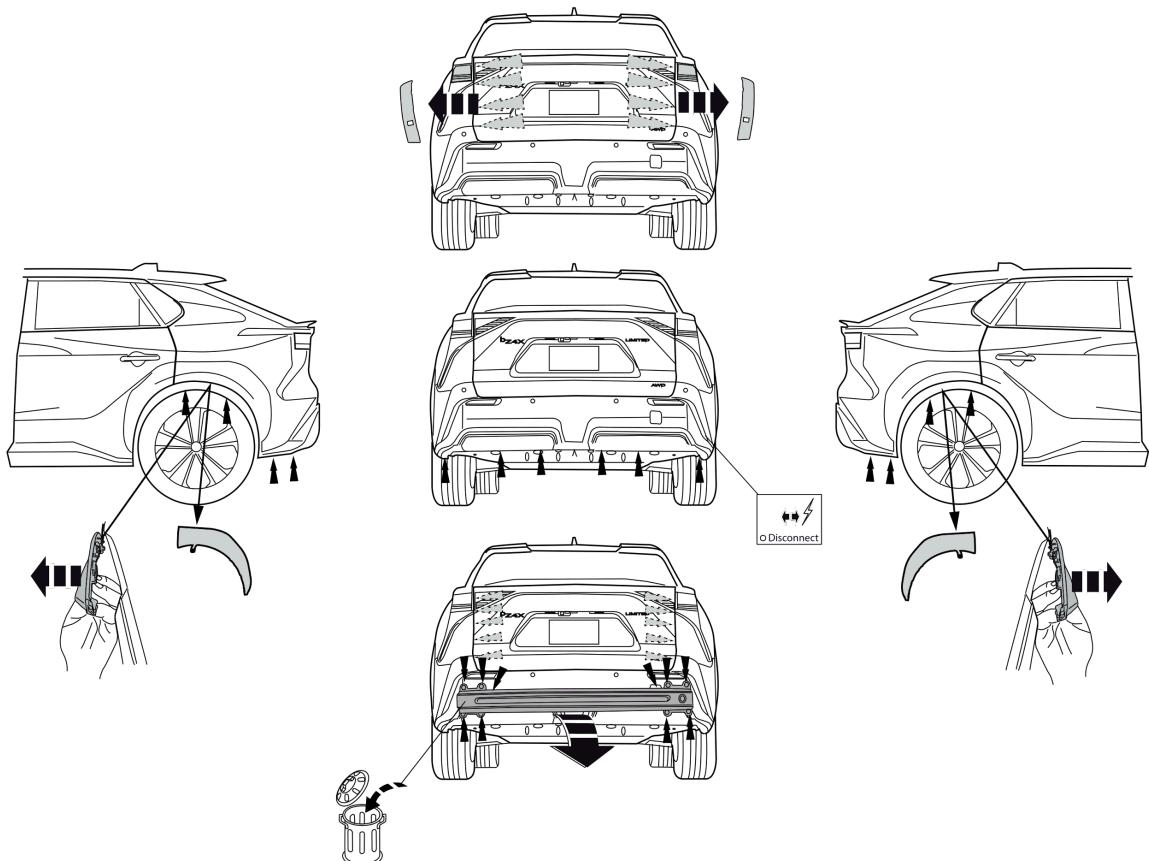

Fig. 1
1. Снять пластмассовые защитные колпаки. Снять бампер вместе со буферным бруском автомобиля. Буферный брус больше не понадобится. Поставить болты на место. См. рисунок 1.